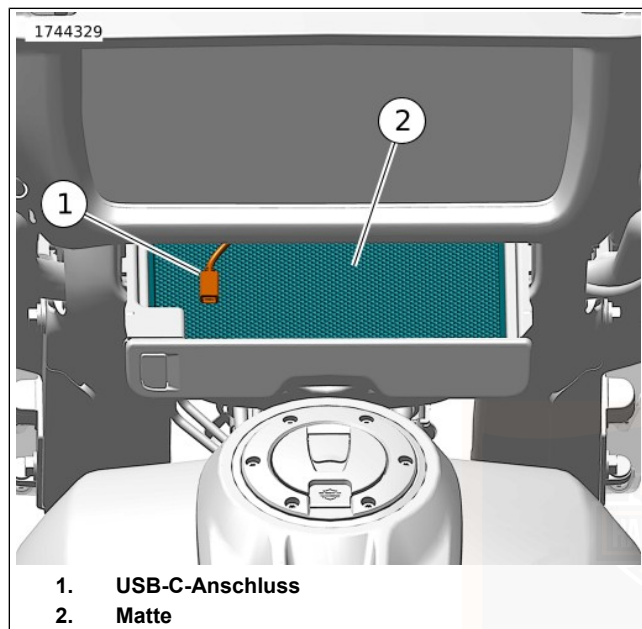

Abbildung 57. Medienfach (offen): Gabelmontierte Verkleidung
USB- oder Mediengerät anschließen: Siehe Abbildung 57. Gerät mit dem USB-C-Anschluss (1) verbinden. Das Gerät auf die gepolsterte Matte (2) legen. Die Klappe des Fachs schließen.